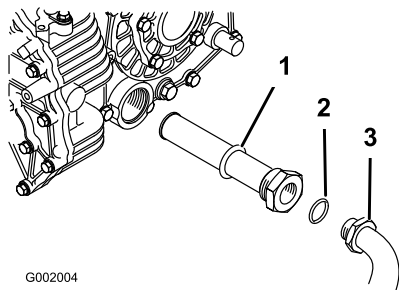

Figure 70
- Déposez le flexible hydraulique et le raccord à 90° (Figure 70).